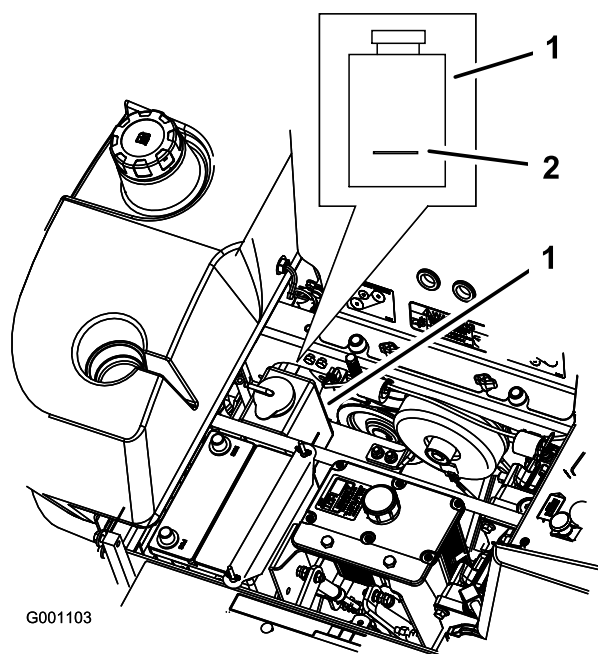

Figura 60
3. A motore freddo, controllate il livello della bottiglia di troppopieno. Il fluido deve raggiungere la sporgenza all'esterno della bottiglia di troppopieno (Figura 60).
4. Se il livello del refrigerante è basso, rabboccate la bottiglia di troppopieno con una miscela di 50% antigelo a lunga durata/DexCool® e 50% acqua (Figura 60).
5. Versate la miscela refrigerante 50/50 nella bottiglia di troppopieno e riempite fino alla linea tracciata sulla bottiglia (Figura 60).